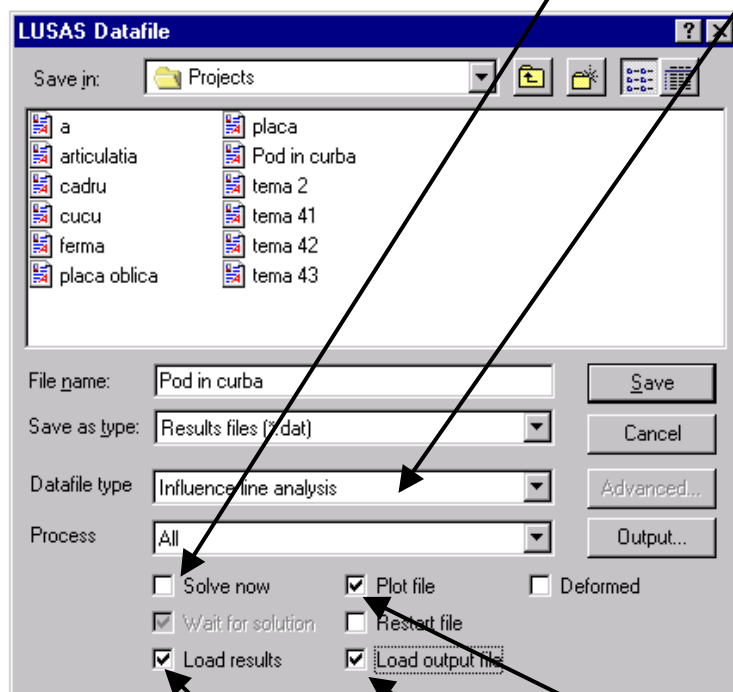

Fig. 31
- în caseta de dialog (fig. 31) se de-selectează opțiunea **Solve now**